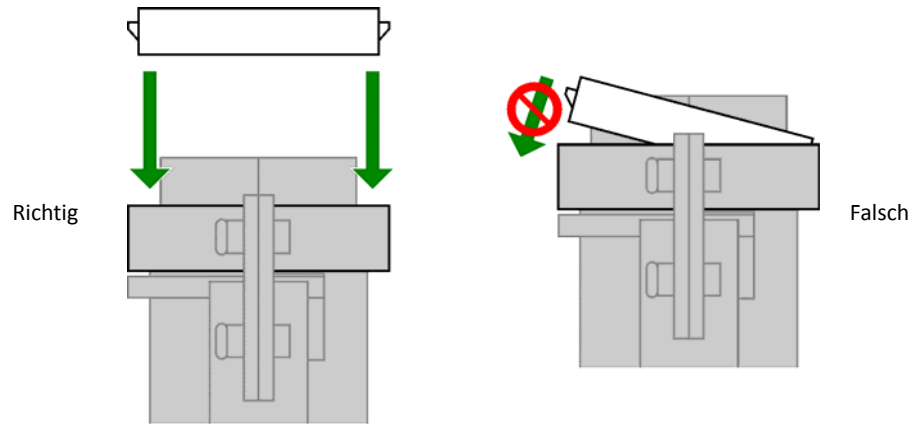

Abbildung 10-4: eSYS-Haltering-Baugruppe
- Der Haltering muss eingesteckt sein. Richten Sie die Laschen an den Kerben am eSYS-Kartuschenkörper aus. Die großen Laschen müssen zu Ihnen zeigen. Drücken Sie den Haltering gerade (nicht schräg) herunter, bis er hörbar einrastet. Siehe Abbildung 10-4 und Abbildung 10-5 unten.
- Stellen Sie sicher, dass die Membran nicht gequetscht ist. Eine falsche Vorgehensweise beim Einsetzen des Halterings kann eine Quetschung der Membran zur Folge haben. Wenn die Membran gequetscht ist, bauen Sie die eSYS-Kartusche wieder auseinander und dann wieder zusammen. Abbildung 10-4 oben zeigt das richtige Einsetzen des Ringes.